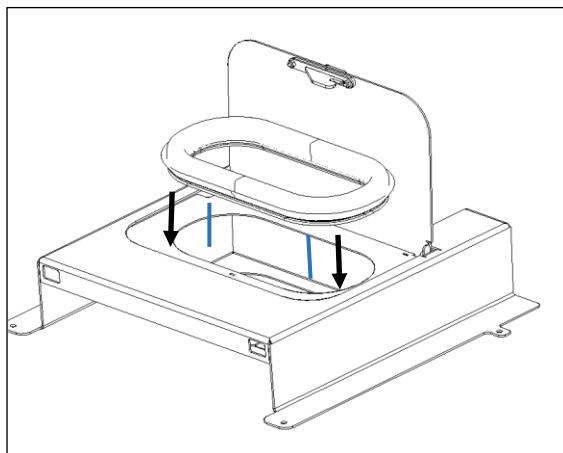

Figura 50 - Colocação da borracha de vedação no tampo superior
d) Colocar a borracha, removida na alínea c no tampo superior que se encontra no kit 1, tal como demonstra a Figura 50.